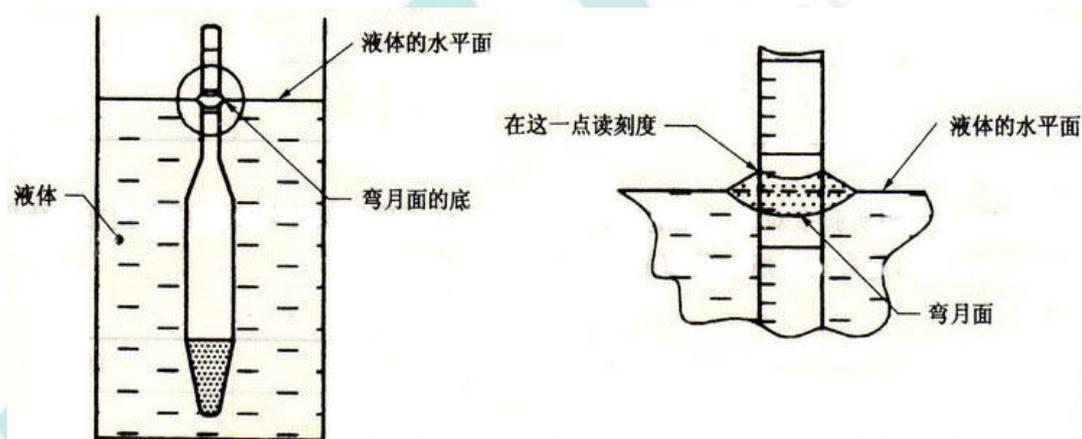

图 2 不透明液体的密度计刻度读数
- 9、测定不透明液体，使眼睛稍高于液面的位置观察（见图 2）。密度计读数为液体弯月面上缘与密度计刻度相切的那一点。